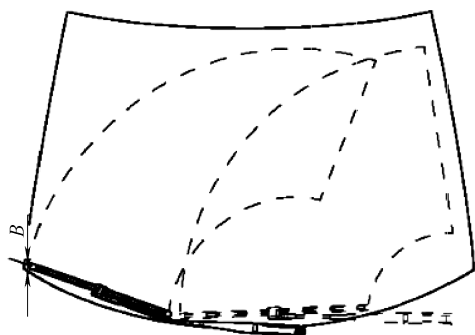

图 5-3-7 前排乘客侧刮水器调整位置
② 前排乘客侧。刮水器片上部和落水槽盖板上部的距离(B)为 $(25 \pm 10)\text{mm}$,如图 5-3-7 所示,必要时,通过移动刮水器臂调整刮水器片的停止位置。
(8) 雨天与光线识别传感器